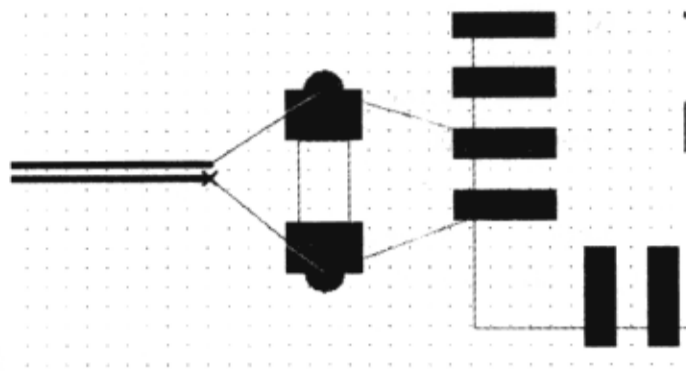

图 6-6-6 布线
(7) 继续移动鼠标→靠近 R208 附近单击一点，如图 6-6-6 所示。